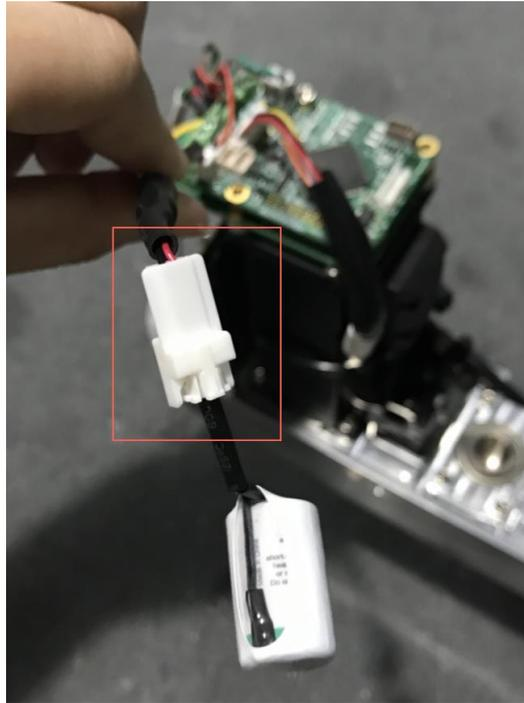

图 7.12 连接电池与电池转接线
**步骤 6** 将备用电池的连接头接入电池转接线另一端，如图 7.12所示。